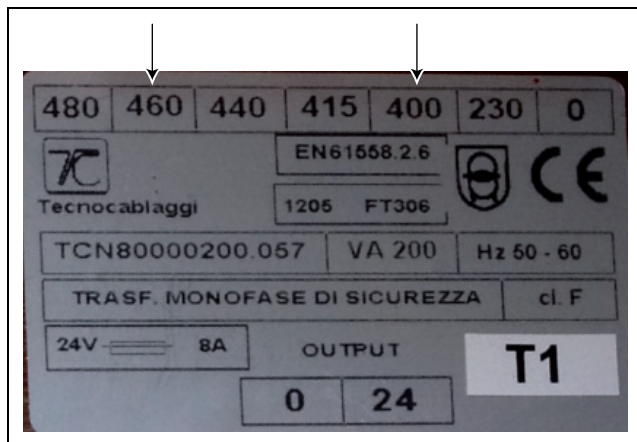

Abb. 9: Anschluss Transformator
- Trennen Sie diesen Anschluss auf der Primärseite und belegen Sie ihn auf 460 V neu (Abb. 9).